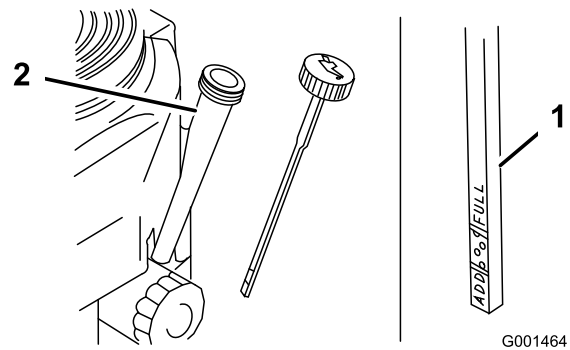

Figura 23
4. Limpie alrededor de la varilla de aceite (Figura 23) para impedir que caiga suciedad por el orificio de llenado y cause daños en el motor.
5. Desenrosque la varilla de aceite y limpie el extremo (Figura 23).
6. Deslice la varilla a fondo en el tubo de llenado, pero no la enrosque en el tubo (Figura 23).
- Vierta lentamente un 80% aproximadamente de la cantidad especificada de aceite por el tubo de llenado (Figura 23).